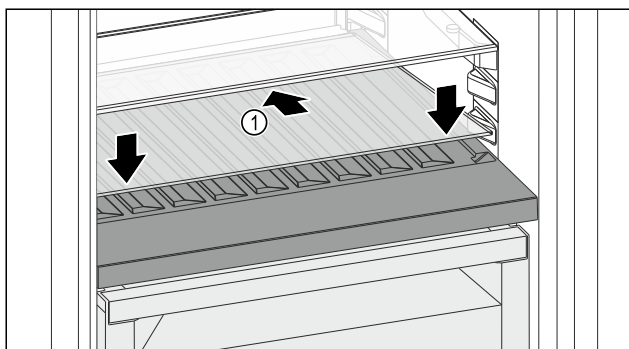

Fig. 140
- Skleněnou desku Fig. 140 (1) zasuněte šikmo a skloněnou dozadu dolů.
- Skleněnou desku Fig. 140 (1) vpředu spusťte dolů.